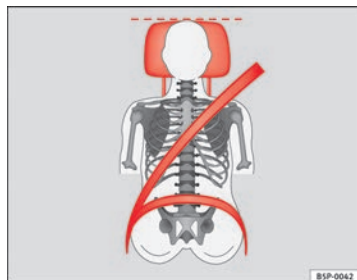
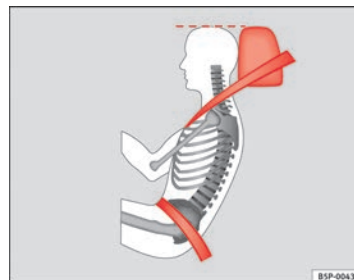

Fig. 88 Vista de frente: encosto de cabeça e cinto de segurança ajustados correctamente
Fig. 89 Vista de lado: encosto de cabeça e cinto de segurança ajustados correctamente
- Ajustar o encosto de cabeça de modo a que o rebordo superior do mesmo fique alinhado com a parte superior da cabeça, no mínimo à altura dos olhos ⇒ fig. 88 e ⇒ fig. 89.